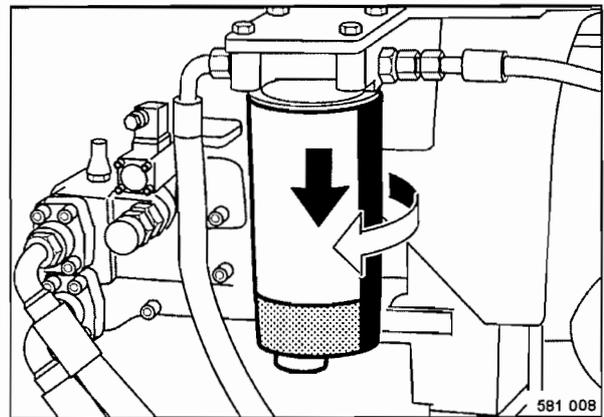

Fig. 79
- Desenroscar el cartucho del filtro previo de combustible haciendo uso de una llave de cinta adecuada (Fig. 79).